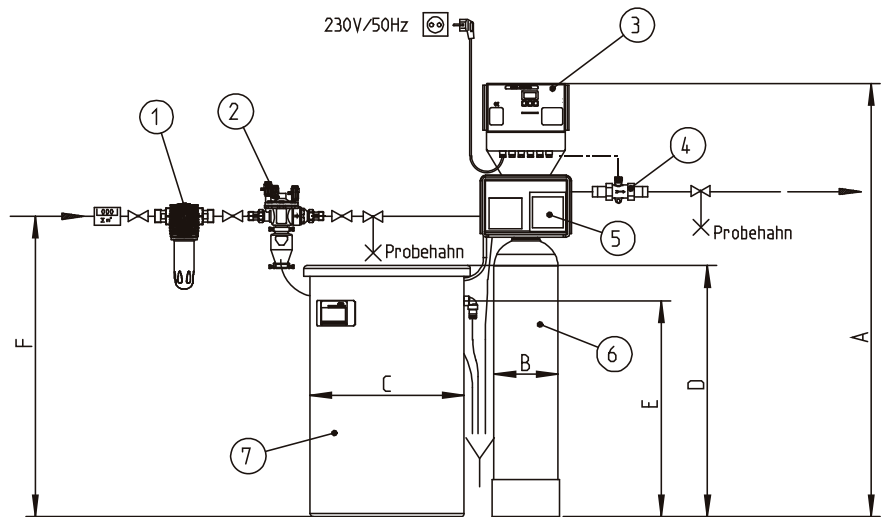

Abb. D-1: (a) Aufstellungszeichnung Enthärtungsanlage GENO-mat-WF
1. Wasseranschluss entsprechend Aufstellungszeichnung (Abb. D-1 (a) und (b); Seiten D-6, D-7) herstellen. Dabei die Vorgaben und Empfehlungen in Abschnitt 1 beachten.
| Maße in Abb. D -1 (a); Auszug aus Tabelle D-1 |                                         |                 |      |      |      |      |                 |      |      |      |      |